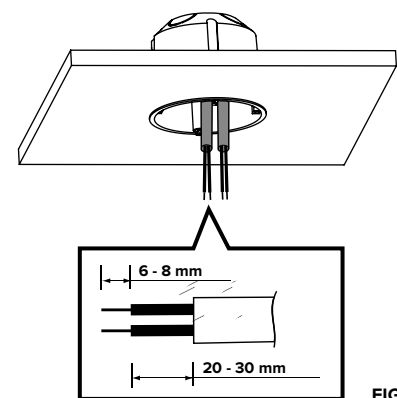

FIG. 6
2. Tirez le câblage hors de la boîte de jonction et dénudez et retirez l'isolation du câblage sur 6 à 8 mm (voir FIG. 6).